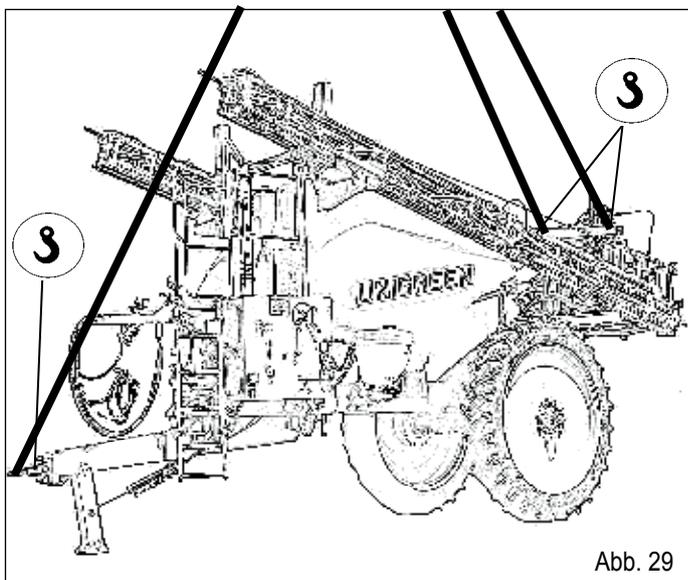

Abb. 29
2. Die Riemen werden in den entsprechenden Ringen zum Anheben auf der hinteren Seite der Maschine und vorn an der Zugöse der Deichsel befestigt (Abb. 29).